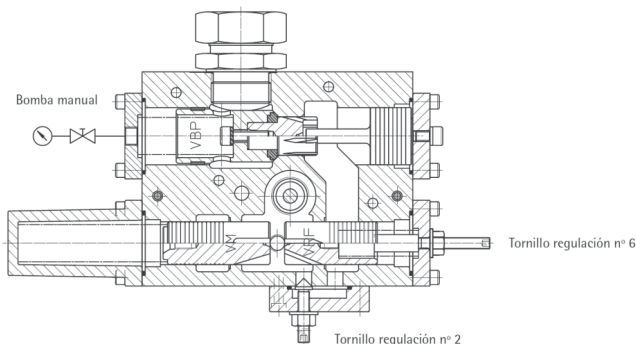

Fig. 49 – Sección válvula NL
- Quitar la tapa que se encuentra al lado de la bomba manual y comprobar que el pistón pueda moverse libremente y no esté atascado por alguna impureza (ver Fig. 49).
- Comprobar que no esté bloqueado el pistón VRF. Para realizar este control quitar la brida que lleva al tornillo n°6 (ver Fig. 49).